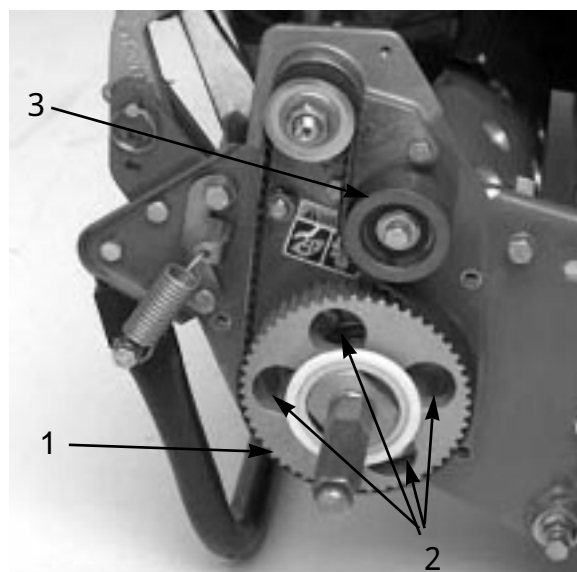

図10
7. ドライブ・プーリを回して、4つの穴とローラーベアリング・フランジ・ネジの穴を整列させる（図10）。
11. ベルトの張りを調整し、アイドラ・プーリ・ネジを締めて終了（図10）。